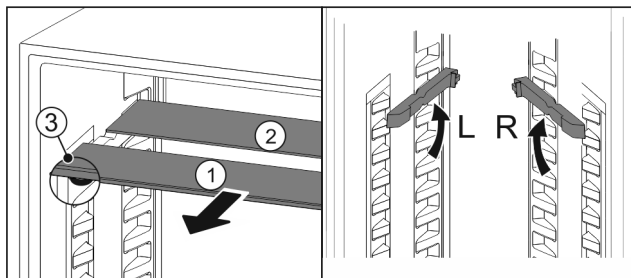

Fig. 43
- Издърпайте Fig. 43 (1) поотделно стъклените плочи напред.
- ▷ Стъклената плоча Fig. 43 (1) с декоративната лайсна е отпред.
- ▷ Ограничителите Fig. 43 (3) сочат надолу.